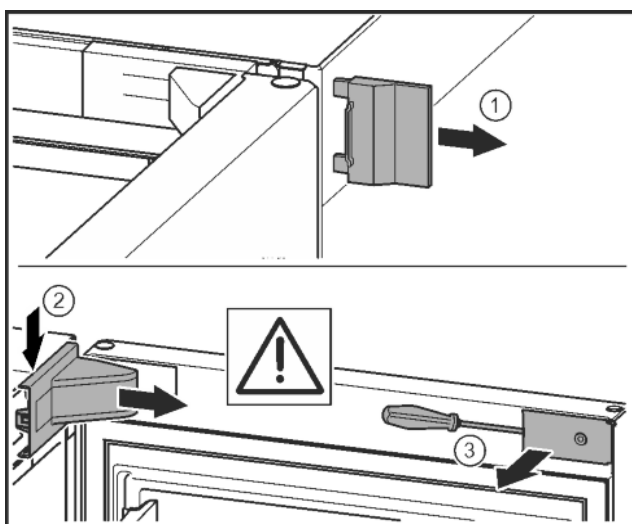

Fig. 10
- ▶ Skinite vanjski pokrov. Fig. 10 (1)
- ▶ Otkopčajte i otpustite pokrov podloška ležaja. Skinite pokrov podloška ležaja. Fig. 10 (2)
- ▶ Odvijačem s prorezom otkopčajte masku i zakrenite je u stranu. Fig. 10 (3)